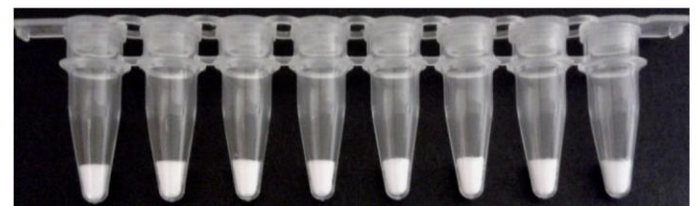

Figura 1
- Examine el producto antes de utilizarlo para comprobar que el contenido tiene un aspecto sólido y blanco (figura 1). Deseche el producto que aparezca con signos de contaminación por humedad.